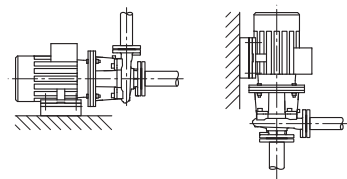
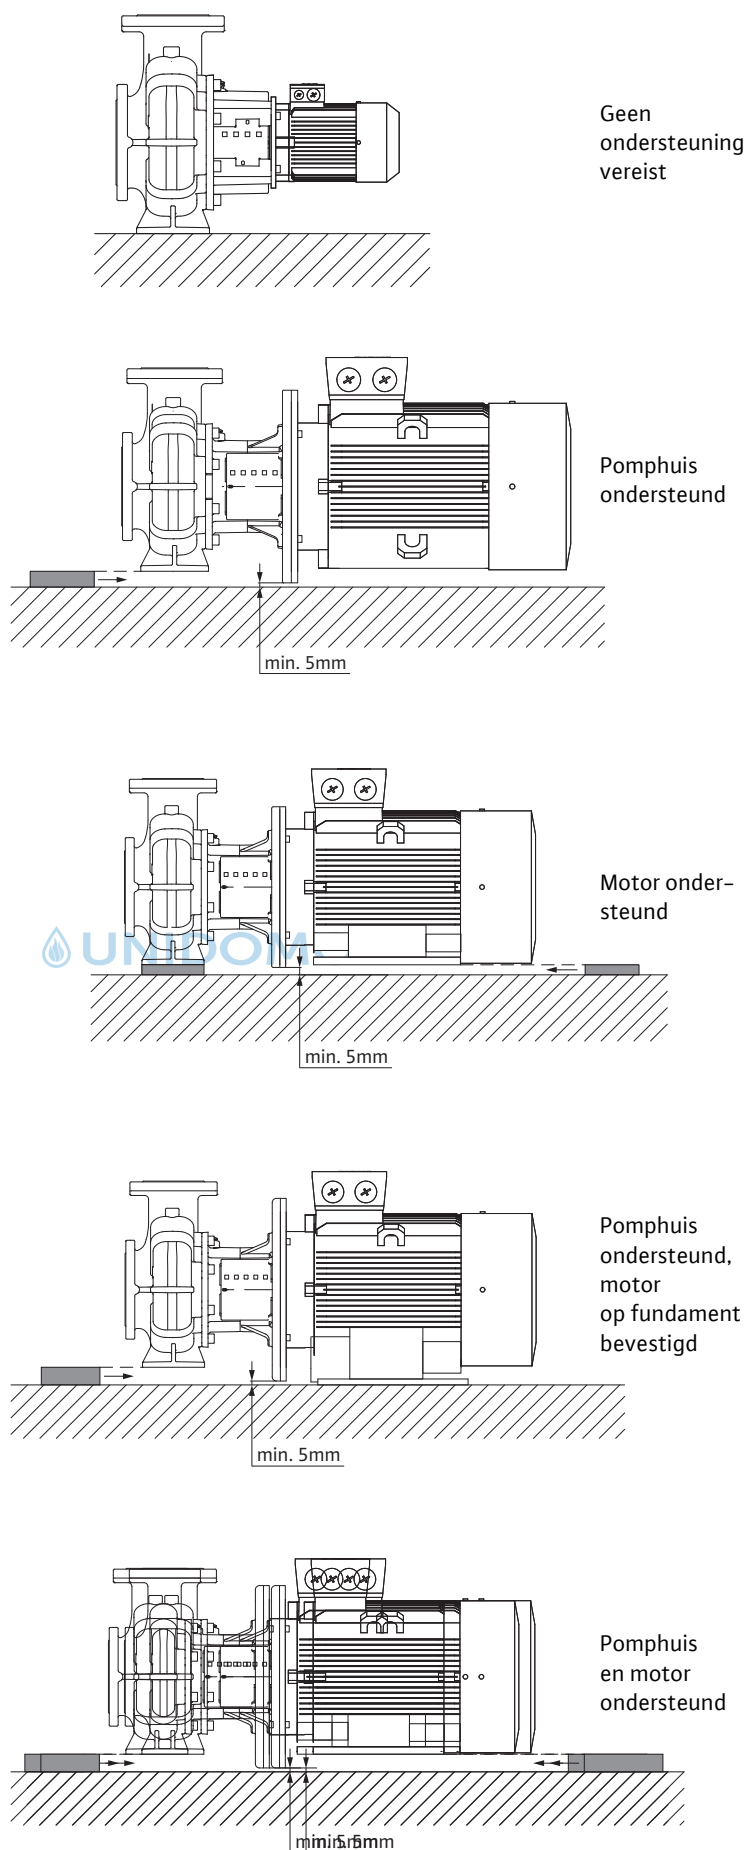

Fig. 41: Uitvoering BL
Fig. 42: Installatievoorbeeld BL
- Blokpompen van de serie BL moeten op voldoende stevige fundamente resp. consoles opgesteld worden (Fig. 41). Bij pompen van het type BL moet de motor vanaf een motorvermogen van 18,5 kW ondersteund worden, zie installatievoorbeeld BL (Fig. 42).